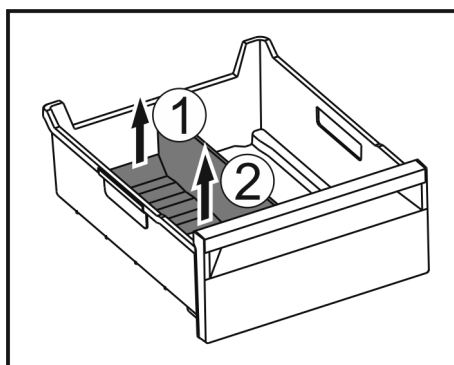

Fig. 114
- ▶ Zvedněte zadní část přepážky přihrádky na led. Fig. 114 (1)
- ▶ Přepážku přihrádky na led vyjměte nahoru. Fig. 114 (2)